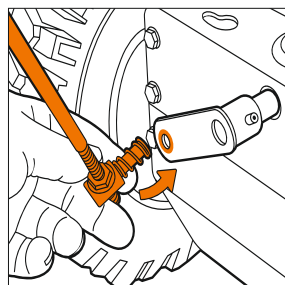
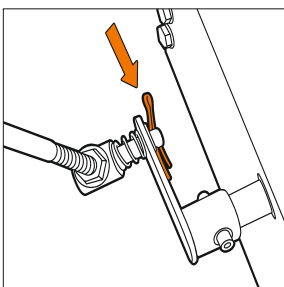

Рис. 4
Рис. 5
- Подсоедините штангу к кронштейну привода передач в нижней части снегоуборщика (Рис. 4) и зашплинтуйте ее (Рис. 5).